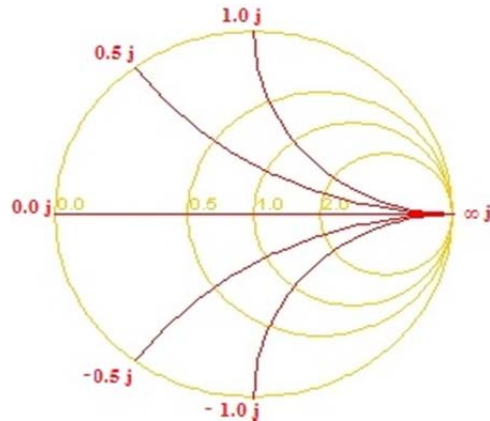

Fig 7; Förenklat Smithdiagram
Med hjälp av **Fig 7** så kan man placera en punkt inom diagrammet och där läsa av vad impedansen är. Med nätverksanalysator så kan man variera frekvensen och då varierar lastens impedans då den beror av frekvensen. Genom att orientera sig till antingen punkten $0.0 + 0.0j$ eller till ∞j i **Fig 7**, så kan man se vart den totala impedansen är noll eller oändligt stor.
Om vi mäter en enskild spole så känner vi till det nominella värdet på L . Genom att förflytta nätverksanalysatorns markör till "oändlighetspunkten" i **Fig 7** och där läsa av frekvensen, så kan vi med (1) ta reda på C_p .
Hänsyn måste tas till avståndet som semi-rigid-kabeln bidrar med. Därför använder vi kretskort med lasterna kortslutning, öppen och 51Ω impedans. För öppen last så är impedansen oändlig så likt **Fig 7** så ska punkten hamna på $(1,0)$, om vi jämför Smithdiagrammet med enhetscirkeln i kartesiska koordinater. På samma sätt så ska en kortslutning inte ge något motstånd, så vi förväntar oss att punkten då hamnar vid $(-1,0)$ om vi jämför med enhetscirkeln. 51Ω impedansens punkt ska hamna mitt i cirkeln, jämför med origo. Tryck på 'FORMAT' → 'SMITH CHART' och anslut sedan valfri last i valfri ordning. Tryck sedan på 'SCALE REF' → 'ELECTRICAL DELAY' och snurra ratten tills rätt punkt erhålls. Försökt hitta en gemensam fördröjning som optimerar punkternas position i alla 3 fall.